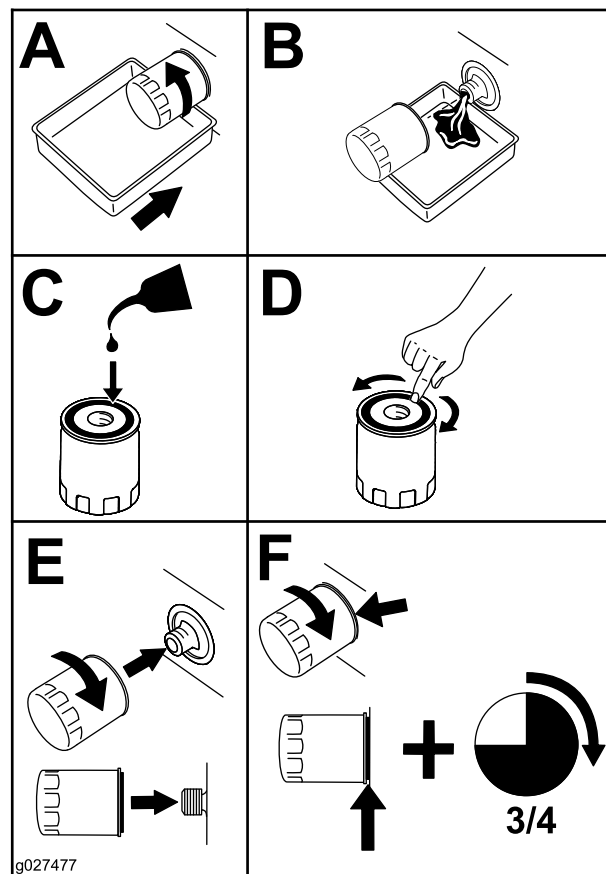

Bild 43
5. Wechseln Sie den Motorölfilter (Bild 43).